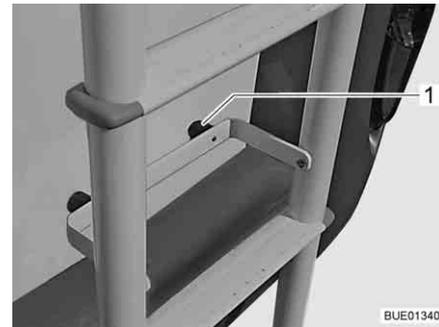

Fig. 2 Escada dobrada para baixo
- Posicione o arco de proteção com as proteções de borracha (Fig. 2,1) contra a parte de trás do veículo.